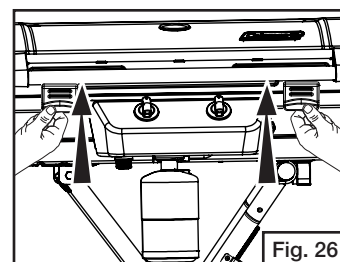

Fig. 26
- Para abrir la tapa, libere los dos pestillos de la tapa y levante. (Fig. 26)